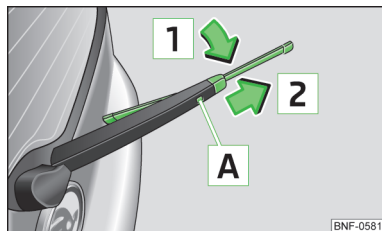

Fig. 124
- Løft viskerarmen væk fra bagruden, og vip viskerbladet lidt i retning mod viskerarmen, pil **1** » Fig. 124.